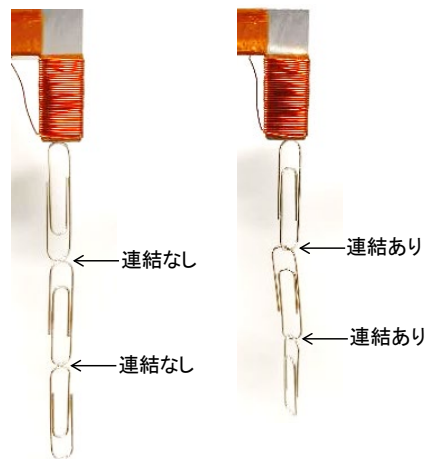

図5 クリップの連結有無はどちらでも可
3. クリップの連結について，図 5(a)(b)に示す連結なしと連結ありのどちらでも構わないが，図 4(a)(b)の例のように直列に並べること。